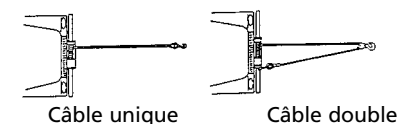

Figure 1
1. Le S9000 a une capacité nominale de 9000 livres (4082 kg) (à câble unique) sur la couche de câble située la plus près du tambour. NE SURCHARGEZ PAS LE TREUIL. N'ES-SAYEZ PAS DES TREUILLAGES PROLONGÉS AVEC DES CHARGES LOURDES. Ne maintenez pas l'alimentation au treuil si le moteur cale. Les surcharges peuvent endommager le treuil et/ou le câble et peuvent créer des conditions dangereuses. **POUR LES CHARGES DE PLUS DE 6000 LIVRES (2721 kg), NOUS RECOMMANDONS D'UTILISER LE PALAN FACULTATIF AFIN DE DÉDOUBLER LE CÂBLE (Fig. 1 et 14).** Ceci réduit la charge appliquée au treuil et au câble d'environ 50%. En cas d'attache au même véhicule, fixez le treuil au cadre ou à un autre point de porte-charge. **Le moteur du véhicule doit être en marche pendant le fonctionnement du treuil pour minimiser l'épuisement de la batterie et maximiser la force et la vitesse du treuil.** Si un treuilage important est effectué sans que le moteur ne soit en marche, il se peut que la batterie